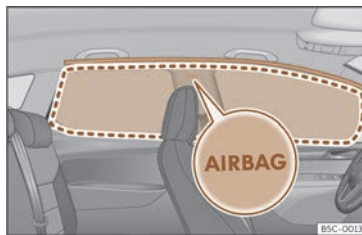

Fig. 34 Ubicación de los airbags para la cabeza.
Los airbags para la cabeza se encuentran a ambos lados del habitáculo, encima de las puertas >>> **fig. 34** y su ubicación está indicada con la palabra “AIRBAG”.
>>> **fig. 34**. Por este motivo, nunca se deberán depositar o fijar objetos en esta zona >>> **Δ**.
- Asegúrese de que los niños viajen sentados correctamente en sus asientos y no sitúen la cabeza en la zona de despliegue de los airbags para la cabeza >>> **fig. 34**, ya que, en caso de dispararse los airbags, estos podrían golpearlos y provocarles lesiones graves.